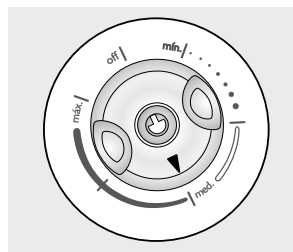

Figura 20
- Deje la perilla en la posición que viene de fabrica (posición med).MEDIA (Figura 20).